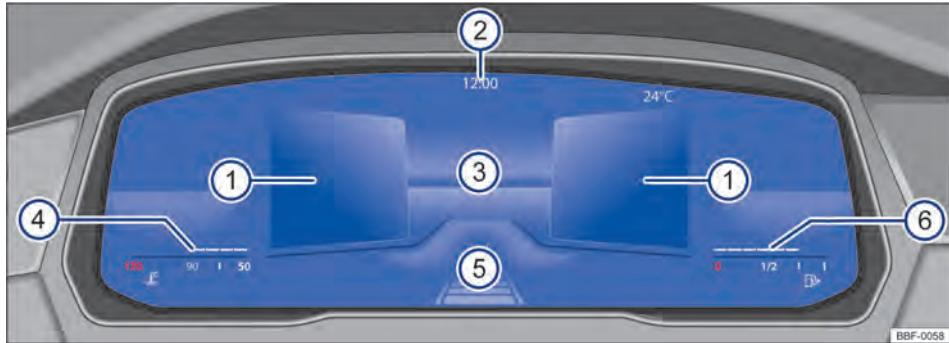

Fig. 10 Active Info Display no painel de instrumentos (variante 2).
Explicações sobre os instrumentos → Fig. 10:
A exibição principal → Fig. 10 **③** pode ser alterada pressionando o botão **[View]** no volante multifunções. A representação na área de indicação pode exibir as seguintes vistas:
- **Resumo:** após o encerramento da prontidão para condução: exibição de informações sobre o status do veículo nas áreas **①**, por exemplo, posição do hodômetro total.